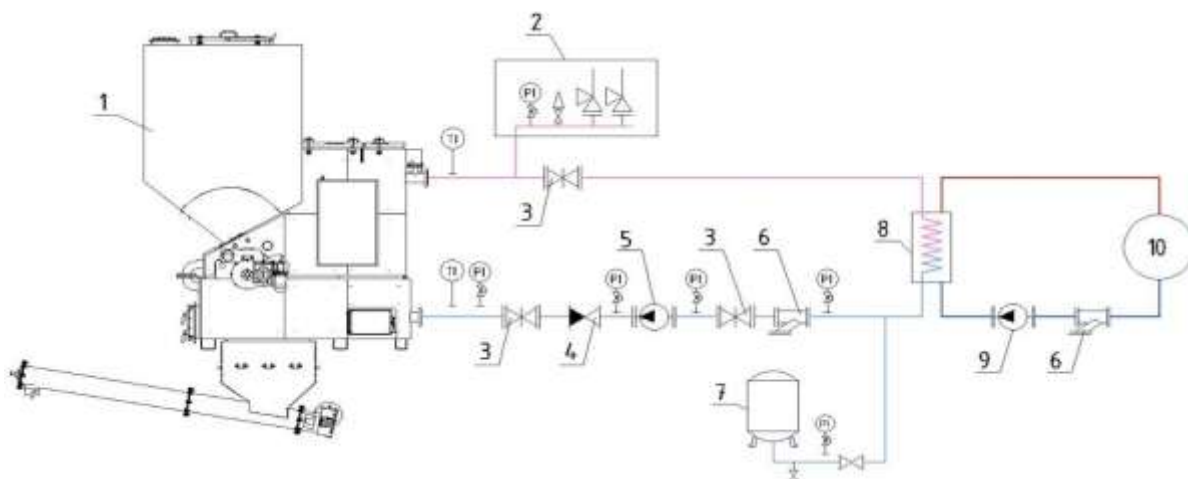

Рисунок 3 - Принципиальная гидравлическая схема (рекомендуемая)
13.2.2 Обвязку котла следует производить в соответствии с рекомендуемой принципиальной гидравлической схемой (рис.3) и проектом котельной.